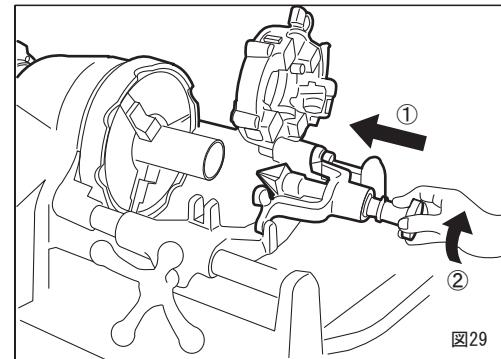

図29
12. 面取り（図29、30）
- ①使用しないダイヘッドとカッタをおこしてください。
- ②リーマをたおして、往復台にセットしてからリーマ握りを押して図29のようにリーマを突きだします。
- ③握りを反時計方向に回してホルダーにセットします。（図29）